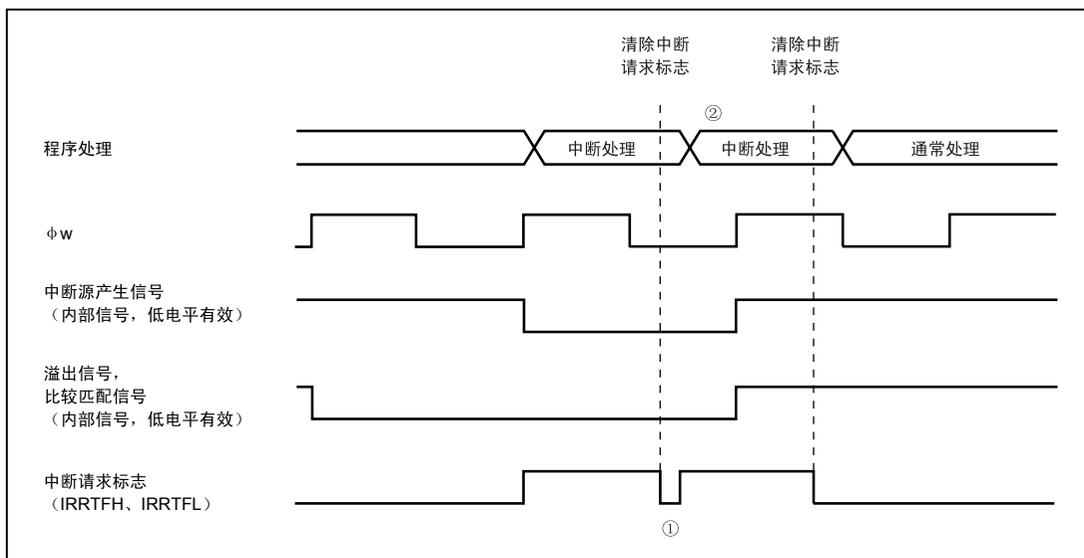

图 9.6 在中断源产生信号有效期间，进行中断请求标志清除的情况
在作为内部时钟选择  $\phi_w/4$  时，由于“中断源产生信号”由  $\phi_w$  控制，所以此信号以  $\phi_w$  宽度输出。另外，由于“溢出信号”和“比较匹配信号”由 2 个  $\phi_w$  周期信号控制，所以这些信号以 2 个  $\phi_w$  周期宽度输出（图 9.6）。
对于激活（高速、中速）模式，在“中断源产生信号”的有效期间，即使清除中断请求标志，中断请求标志立即又被置位（图 9.6—①）。
因为即使清除中断请求标志，中断请求标志又立即被置位，所以对于定时器 FH、定时器 FL 的 1 次中断，可能会进行多次中断处理（图 9.6—②）。